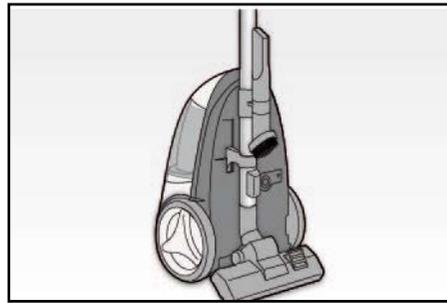

Fig. 5
Riporre l'apparecchio, in posizione verticale, inserendo il porta accessori (Q) sul tubo telescopico (O) ed agganciandovi l'aspiratore fessure (V) e l'aspiratore piccolo con spazzolino (H); agganciare quindi il tubo (O), con inserita la spazzola pavimenti (S), nell'apposito alloggiamento posto sul fondo dell'apparecchio (Fig. 5).